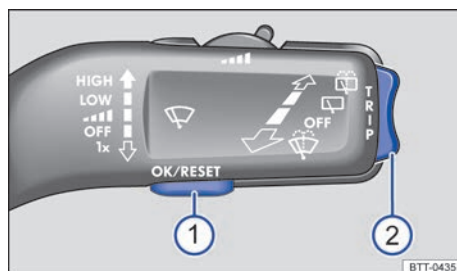

Fig. 17 En el lado derecho de la columna de dirección: teclas de la palanca del limpiacristales (vehículos sin volante multifunción).
⚠ Mientras haya una advertencia con prioridad 1 → pág. 17, no se podrá acceder a ningún menú. Algunas advertencias se pueden confirmar y ocultar con la tecla → fig. 17 ① de la palanca del limpiacristales.
- Si se muestra un mensaje o el pictograma de un vehículo, pulse la tecla → fig. 17 ①.
- Para visualizar el menú principal → pág. 21 o para volver al menú principal desde otro, mantenga pulsada la tecla basculante → fig. 17 ②.
- Pulse la tecla basculante → fig. 17 ② hasta que se marque la opción de menú deseada.
- Para abrir la opción de menú, pulse la tecla → fig. 17 ①.
- Realice las modificaciones deseadas con la tecla basculante de la palanca del limpiacristales → fig. 17 ②. Dado el caso, mantenga pulsada la tecla para aumentar o reducir los valores más rápidamente.
- Marque y confirme la selección pulsando la tecla **OK/RESET** → fig. 17 ①.
- **O BIEN:** mantenga pulsada la tecla basculante → fig. 17 ②.